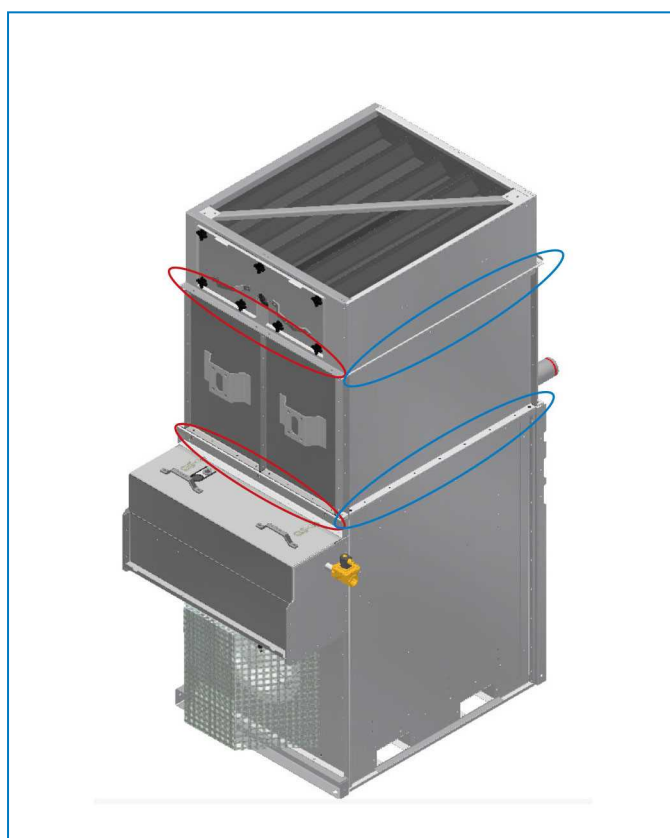

Рис. 7. Тип крепления для сборки оросительной секции
2. Снимите панель доступа с оросительного отсека, сохранив крепежные изделия, затем аккуратно извлеките улавливатели через отверстие. Обратите внимание на ориентацию и расположение каждого улавливателя. Улавливатели необходимо вернуть на место после установки трубопровода орошения. См. рисунок 7.
3. Разместите уплотнительную ленту в верхней части секции технологии теплопередачи hCore®. Уплотнительная лента должна быть уложена внахлест на 25 мм по углам. После этого оросительную секцию можно поднять и подсоединить со всех четырех сторон к нижней секции, используя крепежные изделия, предоставляемые заводом, см. рисунок 3. Обратите внимание, что тип крепления зависит от местоположения и конструкционных материалов изделия. См. рисунок 7 и таблицу 3.